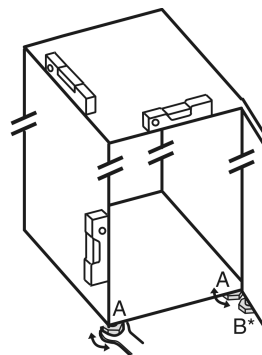

Fig. 2
- ▶ Stelvoetjes Fig. 2 (A) met meegeleverde steeksleutel en met behulp van een waterpas er uit draaien tot het apparaat vast en vlak is uitgelijnd.
► Stelvoetje Fig. 2 (B) op het lagerblok losdraaien met de bijgeleverde steeksleutel totdat deze op de vloer rust.
► Stelvoetje Fig. 2 (B) 90° verder draaien.